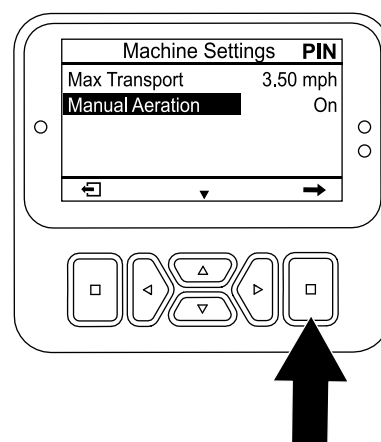

Figura 113
- Prima o botão baixo até a opção MANUAL AERATION estar seleccionada, depois prima o botão de selecção (Figura 113) para ligar o arejamento manual, com a opção ON.